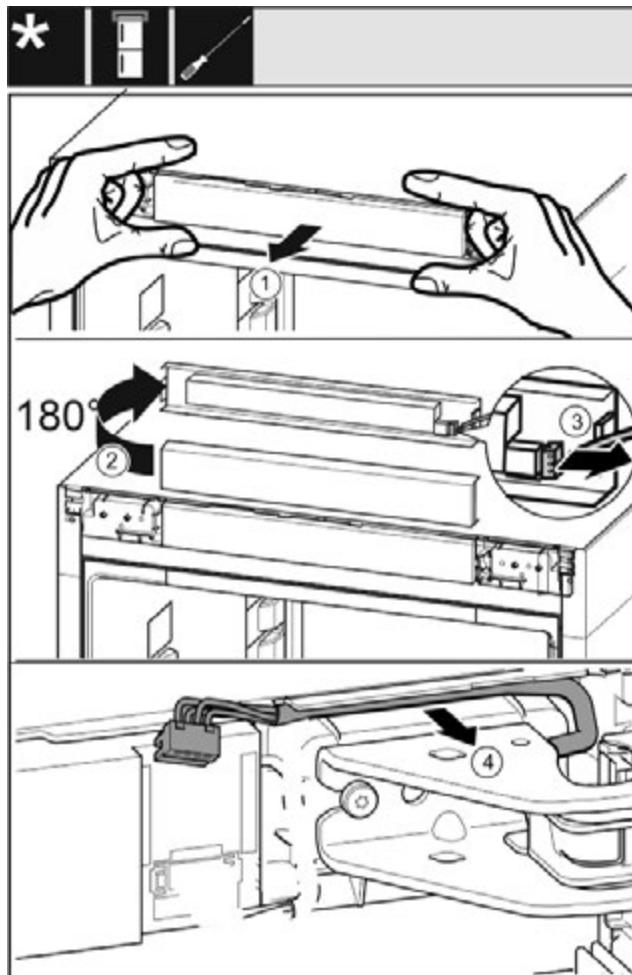

Fig. 15
- Обережно ослабити невелику панель керування пристрою вперед. Fig. 15 (1)
- Повернути невелику панель керування вгору на 180°. Fig. 15 (2)
- Притисніть фіксувальний виступ вниз та обережно витягніть штекер. Fig. 15 (3)
- Обережно від'єднайте кabel над опорним кронштейном від направляючої. Fig. 15 (4)